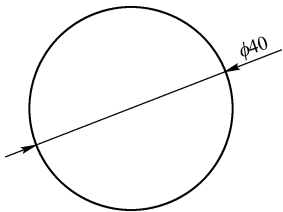

图 10-13 加入前缀%%C 的尺寸标注
(6) 【前缀】：在此文本框中用户可以为标注文字输入一定的前缀，可以输入文字或使用控制代码显示特殊符号。如图 10-13 所示，在【前缀】文本框中输入%%C 后，标注文字前加表示直径的前缀“ $\phi$ ”号。